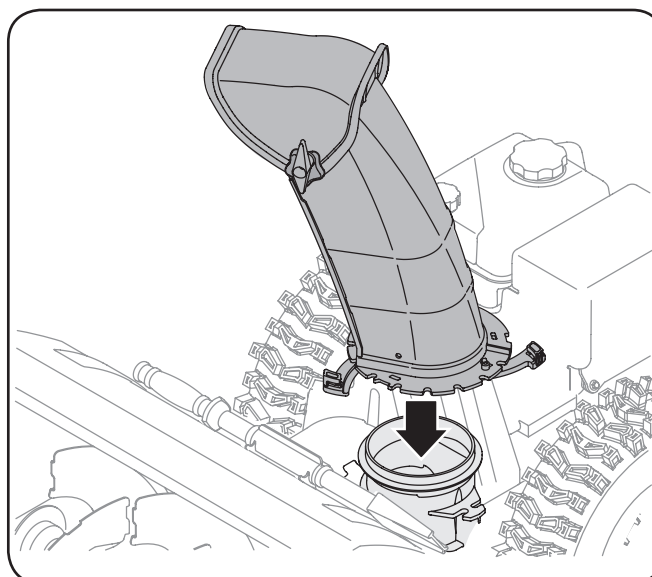

Figura 3-3
1. Colocar el montaje del canal inclinado sobre la base. Vea la Figura 3-3.
8. Finalizar asegurar el control de la cabeza a la tolva tolva de soporte con tuerca de mariposa, horquilla alfiler, y arco-tie Cotter pines eliminado en el paso 1. Vea la Figura 3-3.